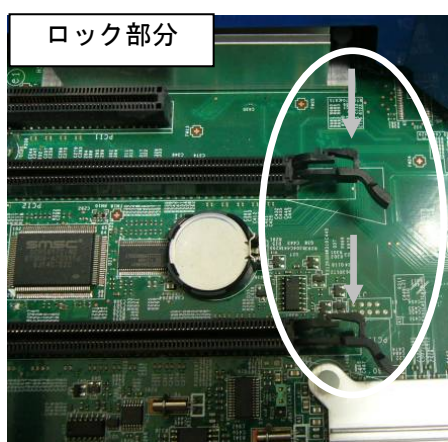
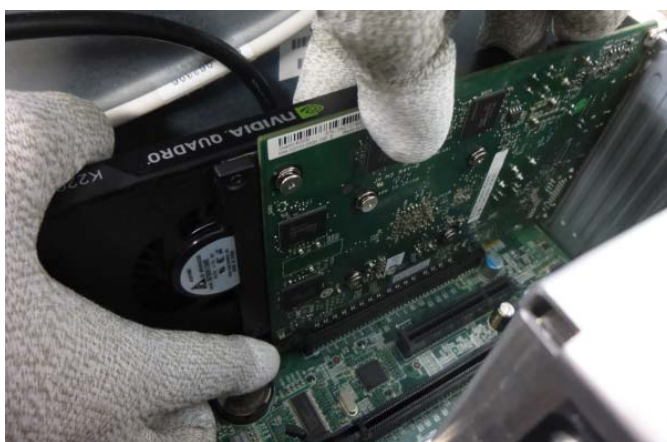

図 1
図 2
※ボード取外しの際には、PCI-Express スロットにある固定機構（図 1）の解除方法を確認し、正しく解除した上でボードの取り外しを行う必要があります。
- (1) 本体装置と周辺装置の電源が切れている事を確認して、本体装置の電源プラグを抜く。
- (2) 本体装置と接続しているモニターを外す。
- (3) 本体装置に添付されているユーザズガイドにしたがって本体装置のカバーを取り外す。
- (4) Quadro K2200 を固定しているリアブラケットのねじ、もしくは固定治具を外す。
- (5) PCI-Express スロットにある固定機構のロック部分（図 1）を指で矢印の方向に押しながら Quadro K2200 を取り外す。
注意）ロック部分（図 1）を指で押しながら、Quadro K2200 の平行を保ちながらまっすぐ上に引き抜いて（図 2）、PCI-Express スロットから取り外す。